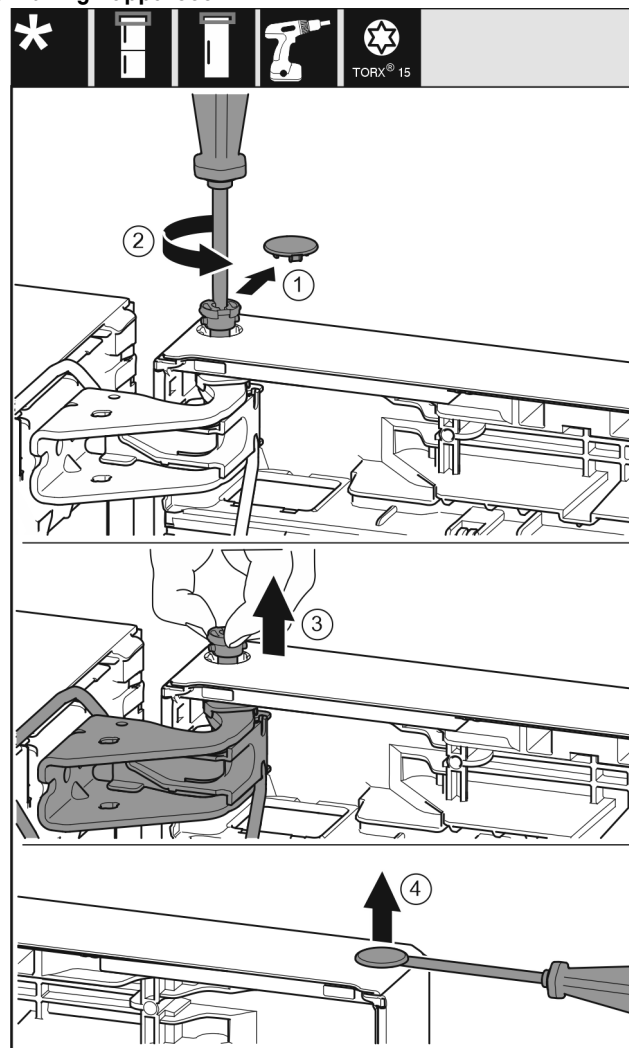

Fig. 22
- Estrarre con cautela la copertura di protezione. Fig. 22 (1)
- Con un cacciavite T15 svitare un po' il perno. Fig. 22 (2)
- Tenere ferma la porta ed estrarre il perno con le dita. Fig. 22 (3)
- Con un cacciavite a testa a intaglio sollevare con cautela i tappi a vite dalla boccola della porta ed estrarli. Fig. 22 (4)